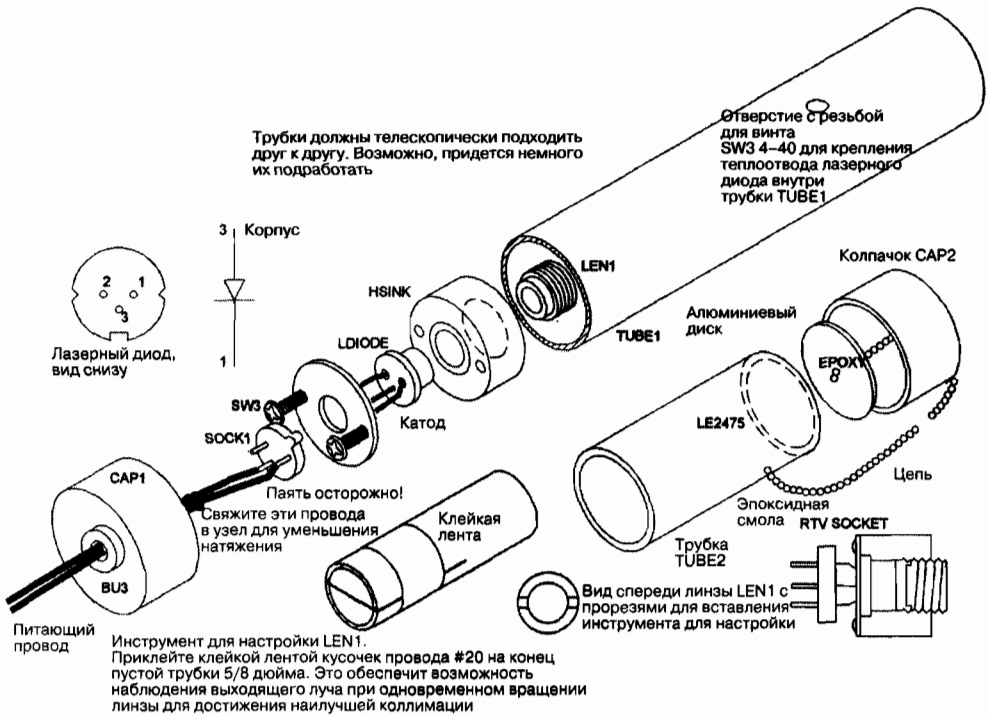

Рис. 9.9. Сборка лазерной головки и коллиматора
7. Соберите TUBE1 и TUBE2, как показано на рис. 9.9 и 9.10. Учтите, что эти части должны подходить друг к другу и образовывать телескопическую структуру.